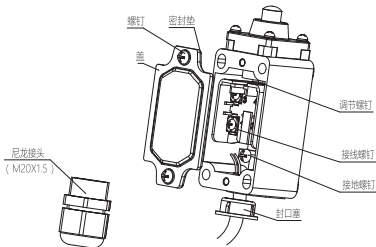

图12 布线示意图
7.2.1 安装：松开盖螺钉→按图12接线→拧紧盖螺钉（密封垫必须正确装回）→按图13、图14安装。